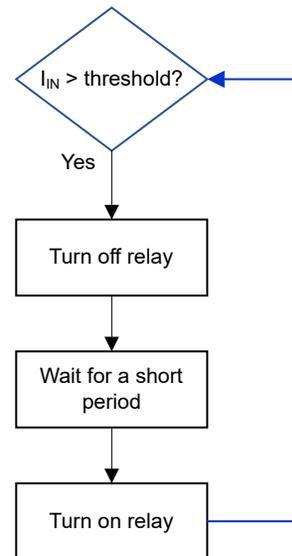

図 5. 提案されたリレーのオン/オフ制御アルゴリズムのフローチャート
- t_2 のとき: 再突入電流がプログラム可能なしきい値を超え、リレー Q_5 の遮断イベントが作動します。その後、 Q_5 がオフのときは再突入電流が R_T によって制限され、その大きさは急速に降下します。リレー Q_5 は非常に短い時間 (10 μ s など) だけオフになり、その後再度オンになります。 Q_5 がオンになると、再突入電流はしきい値を超えるまで再度増加します。このプロセスは、再突入電流が再び制限値を超えないようになるまで繰り返されます。このプロセスのフローチャートを、図 5 に示します。